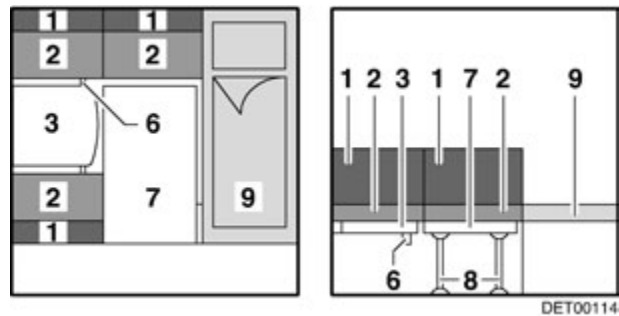

Fig. 70 Durante la transformación
- Enganchar la mesa en el listón de sujeción inferior (Fig. 70,6) y colocarla en el listón.
- Desplegar el listón adicional (Fig. 70,7).
- Colocar los pies de apoyo (Fig. 70,8) en la tabla adicional.
- Colocar la tabla adicional junto a la cama (Fig. 70,9).